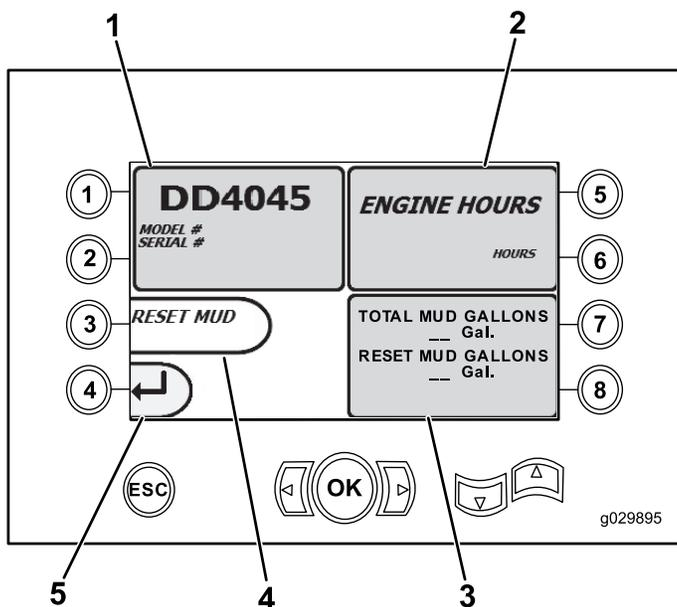

Figura 10
- Botão 1 – Tela de informações da máquina (página 5) como mostrado na Figura 10
- Números de modelo e de série da máquina (Figura 10).
- Horas de funcionamento do motor (Figura 10).
- Número total e parcial de galões de fluido (lama) de perfuração consumidos (Figura 10).
Nota: Pressione o botão 3 para zerar o número parcial de galões de fluido (lama) de perfuração consumidos desde a última reconfiguração (Figura 10).